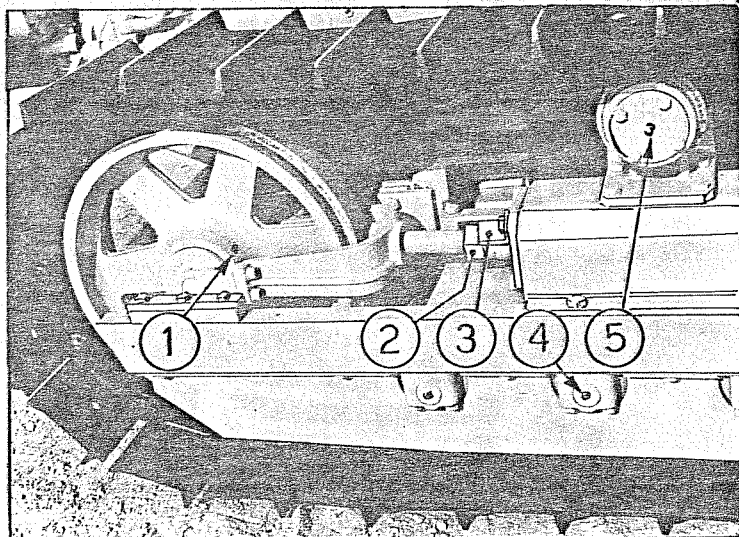

fig.13
8.7 -CINGOLO (fig.13)
8.9 -RULLI APPOGGIO CINGOLO E RUOTE TENDICINGOLO (fig.13)